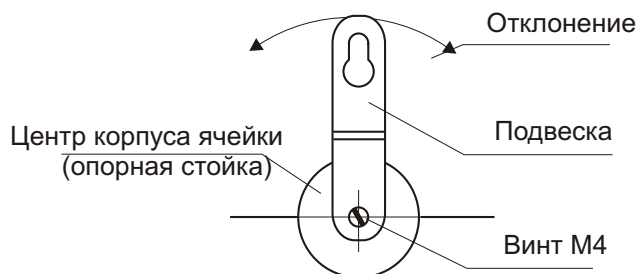

Рис.3
2) Головка элемента крепежа (шурупа, гвоздя и т.д.) должна быть не более ϕ 8 мм. Расстояние между ними определяется конструкцией собранного стенда. В небольшой длины стендах подвески крепятся на крайние ячейки (~ 1.000 мм). Подвески могут отклоняться, поэтому смещённый при монтаже элемент (головку шурупа, гвоздя), подвеска своим отверстием "поймает" (рис.3).